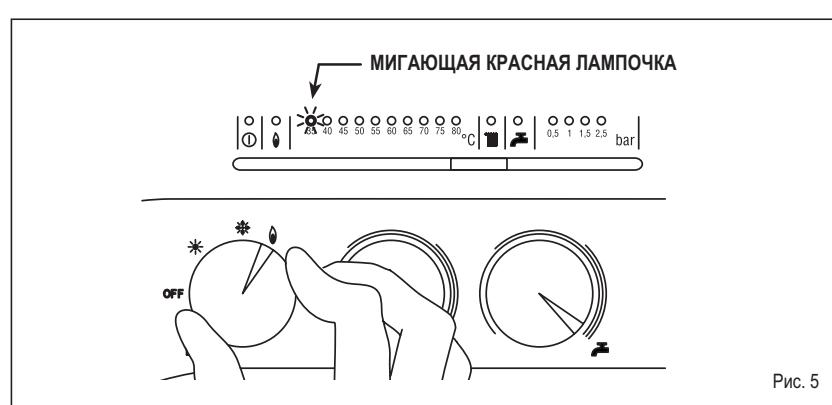

Рис. 5
- Сработал предохранительный или дымовой термостат (рис. 5)